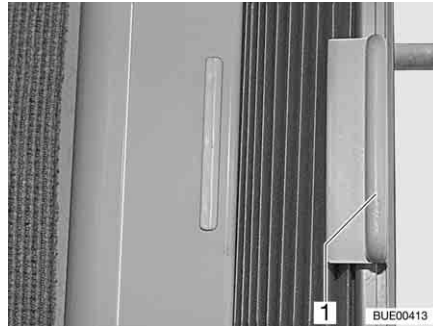

Fig. 24 Dispositif occultant plissé
- Tenir le dispositif occultant plissé par la poignée (Fig. 24,1) et pousser vers la gauche ou la droite.